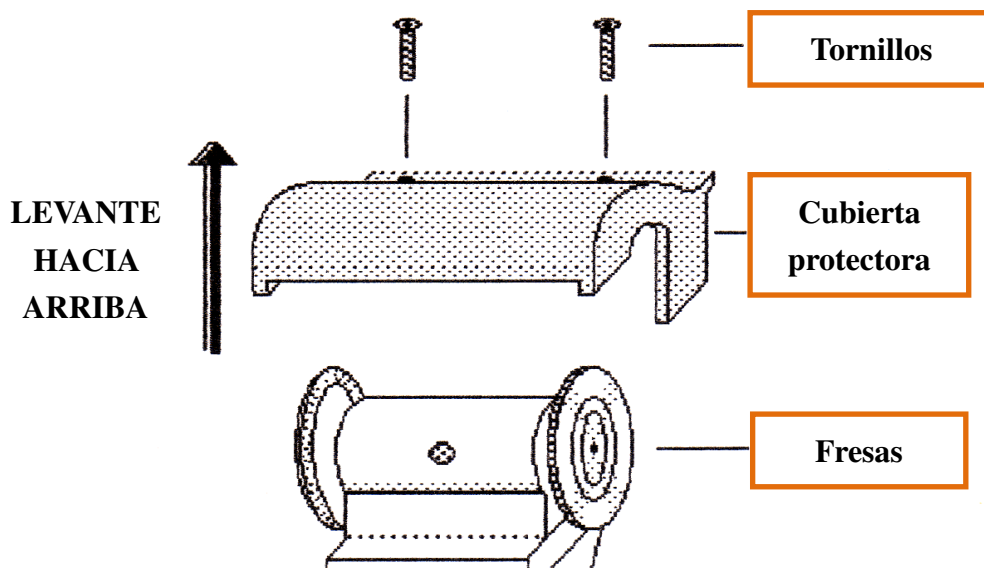

Figura 38
- 9) Vuelva a colocar la cubierta protectora y los dos tornillos de fijación (ver figura 38).